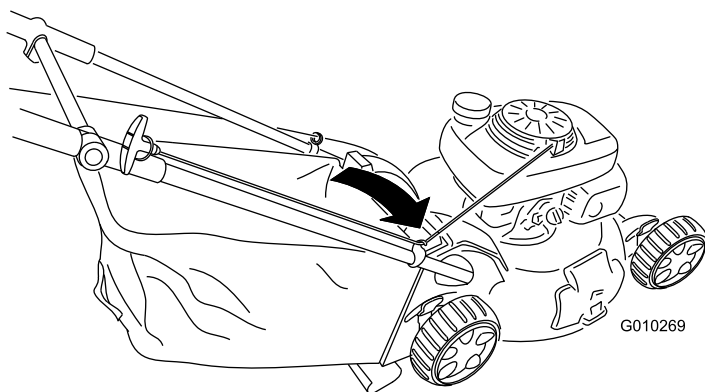

Figure 30
1. Faites passer le câble du lanceur autour du guide inférieur (Figure 30).